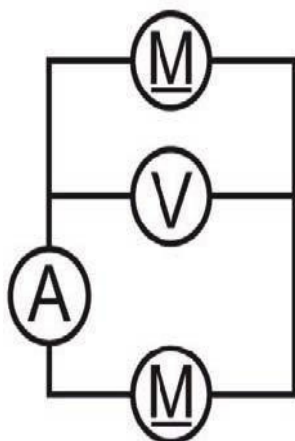

Fig. 3.14: diagrama eléctrico para medir la electricidad y la tensión.
6. Determinar la tensión máxima (en mV) y la intensidad máxima (en mA) que puede alcanzar (Fig. 3.14) soplando sobre la hélice doble.